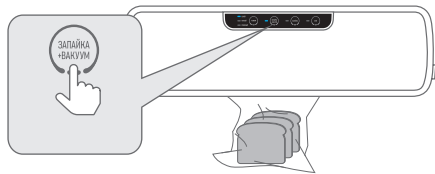

Рис. 4
6. Нажмите кнопку «Запайка» (3), если вам нужно только запаять пакет. Либо нажмите кнопку «Запайка+ВАКУУМ» (АВТО) (2), если вам нужно откачать воздух с пакета, затем запаять (Рис. 4). Прибор начнет процесс. После того как процесс завершится, звук работы прекратится, индикатор режима потухнет. Нажмите кнопки фиксатора (8) и откройте крышку.
7. По желанию вы можете сделать второй контрольный шов на тот случай, если первый шов не полностью запаял пакет. Для этого повторите предыдущие действия, только не вставляйте пакет в фиксаторы (12), а спустите его ниже так, чтобы край пакета лежал на термоленте, а первый шов было видно снаружи прибора. Такой способ желателен для пакетов шириной 30 см.